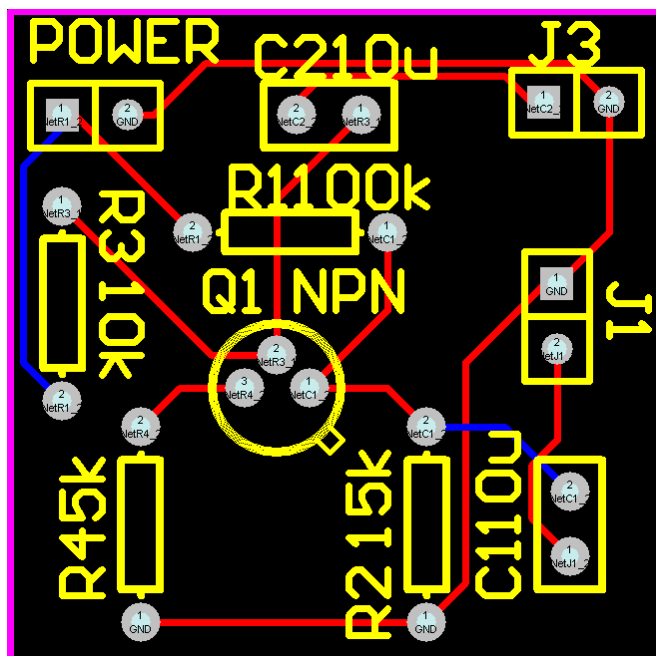

图 8-8 布线完成
- 6、人工布线。对于一般的双面板来说，元件都是默认地导入“顶层 TopLayer”，如有其他需求可以双击元件选择其所在图层。当选项卡图示为“顶层 TopLayer”，则利用布线工具所布之线皆处于上层，对于默认设置来说，“顶层 TopLayer”布线为红色，“底层 BottomLayer”为蓝色，“丝印层 TopOverLayer”为黄色，“禁止布线层 KeepOutLayer”为紫色等，布线完成后如图 8-8 所示。